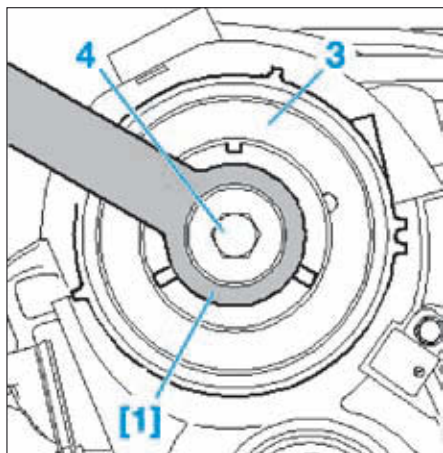
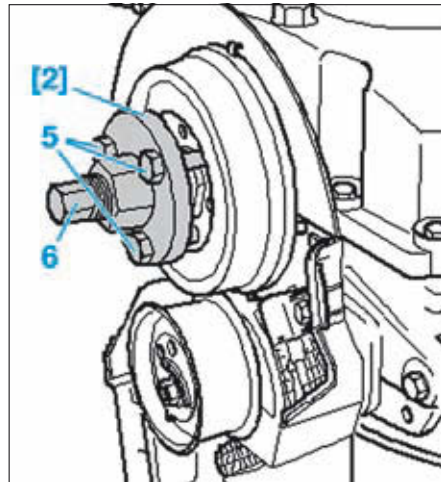

FIG. 68
FIG. 69
- [1]. Clé de maintien du moyeu d'arbre à cames (réf Audi : T10051) (Fig.68).
- [2]. Extracteur (réf Audi : T10052) (Fig.69).
- Bloquer le moyeu (3) d'arbre à cames à l'aide de l'outil [1] (Fig.68).
- Desserrer l'écrou central (4) du moyeu d'arbre à cames.
- Placer l'extracteur [2] (Fig.69).
- Serrer les vis (5) de l'outil à fond.
- Extraire le moyeu en serrant la vis centrale (6) de l'outil [2].